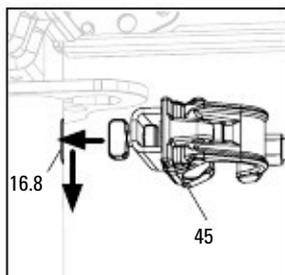

Fig. A7.01
1. Поставете стенната свързка EWC (45) в удължения отвор (16.8) на Easy Frame EVF или конзолата и я завъртете на 90° надолу. Възможно е за единични и двойни свързки. (Fig. A7.01 - A7.01b)